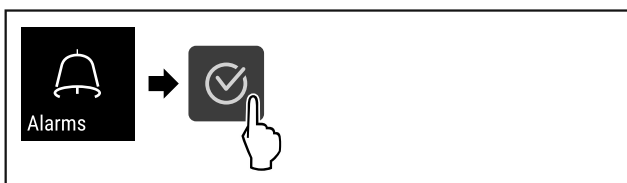

Fig. 105
- ▶ Handlungsschritte (siehe Fig. 105) durchführen.